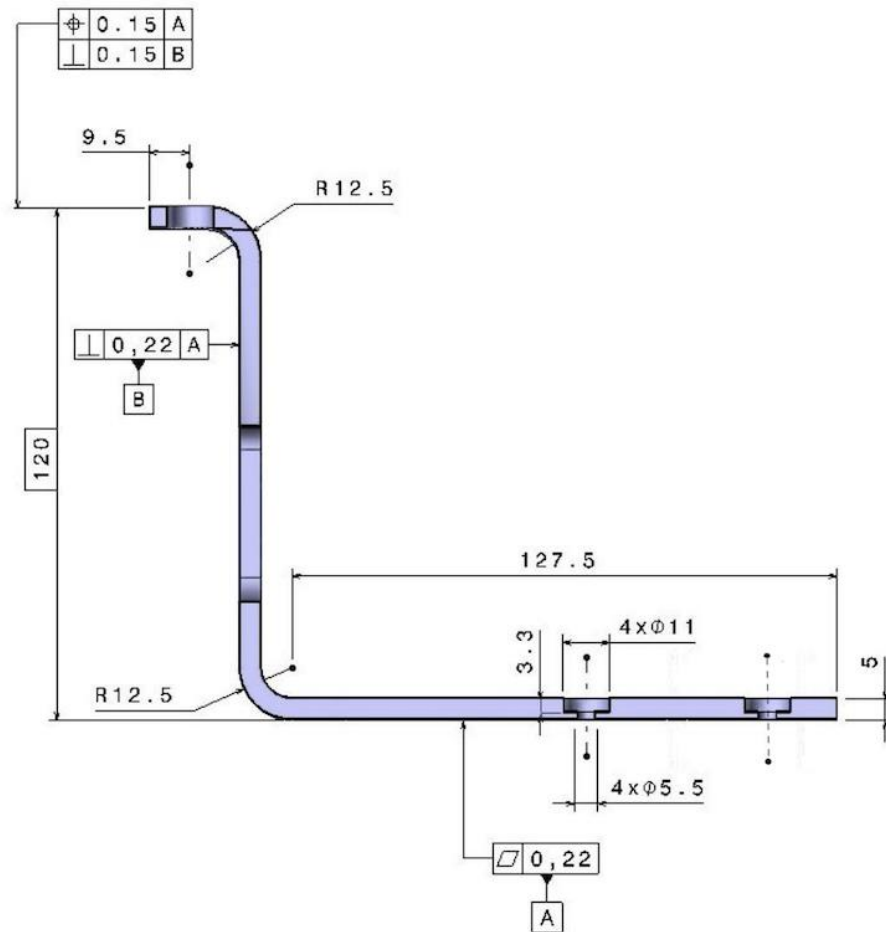
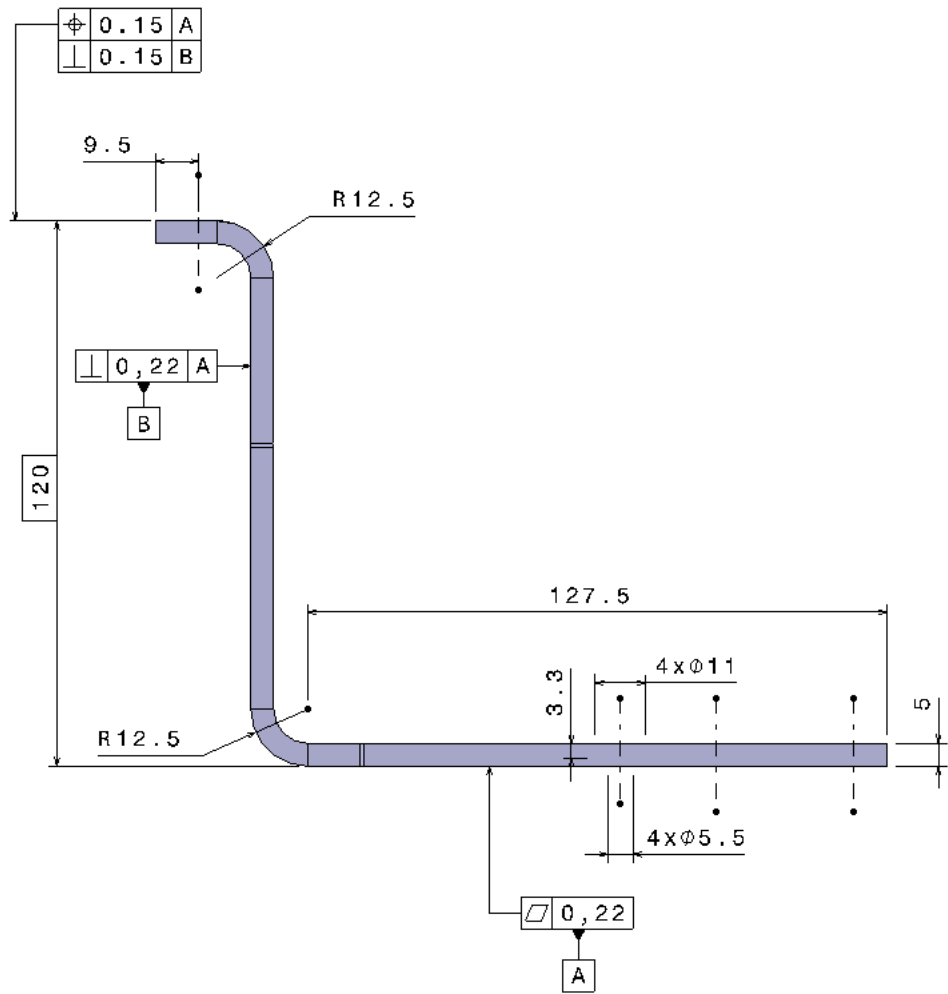

Ilustración 172
Ilustración 183
-  Toggle Cross Section: Esta herramienta está destinada a representar o no cortes previamente realizados en el módulo FTA, de tal manera, que si en el ejemplo que nos atañe nos posicionamos en la vista Offset Section Cut.1, a través del seleccionador de vistas y pulsamos esta herramienta, pasaremos de tener la “Ilustración 172”, a tener la “Ilustración 183”